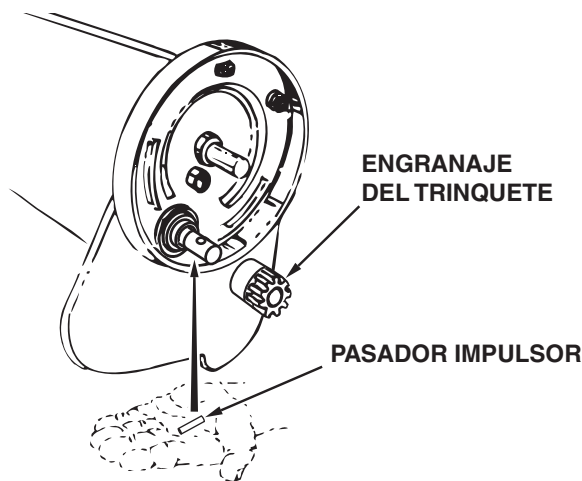

FIGURA 27
3. (Figura 27) Retire el engranaje deslizándolo fuera del eje del cepillo. (Tenga cuidado con el pasador impulsor, que puede caerse del eje del cepillo al remover el engranaje del trinquete).